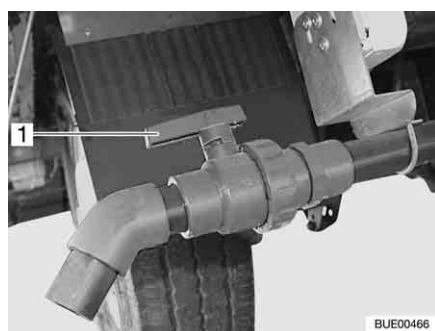

Fig. 246 Torneira de descarga
- Gire o manípulo (Fig. 246,1) da torneira de descarga no sentido de fluxo.